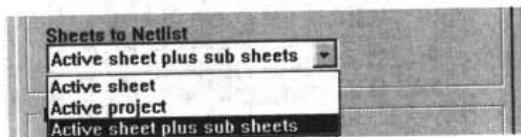

图 7-3 ERC 检查范围设置
**Sheets to Netlist:** 本选项的功能是设定 ERC 的检查范围，单击此下拉列表框，将产生如图 7-3 所示的下拉列表。